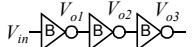

Figura 6b
- Calcula V_{01}, V_{02} y V_{03} en el circuito de la Figura 6b. Compara con la situación que se da cuando se conectan en cadena puertas básicas con diodos, como las vistas en el tema anterior.